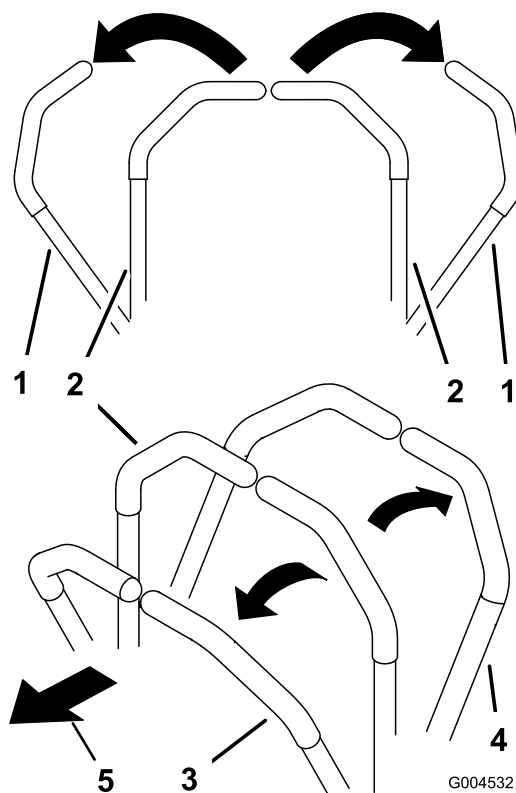

Figura 18
3. Per fare marcia avanti spingete lentamente in avanti le leve di controllo del movimento (Figura 18).
Per spostarvi in linea retta applicate una pressione identica su entrambe le leve di controllo del movimento (Figura 18).
Per girare, spostate la leva di controllo del movimento verso il folle, nella direzione in cui volete voltare (Figura 18).
2. Per fare marcia indietro tirate lentamente indietro le leve di controllo del movimento (Figura 18).
Per girare, rilasciate la pressione sulla leva di controllo del movimento verso la direzione in cui volete voltare (Figura 18).